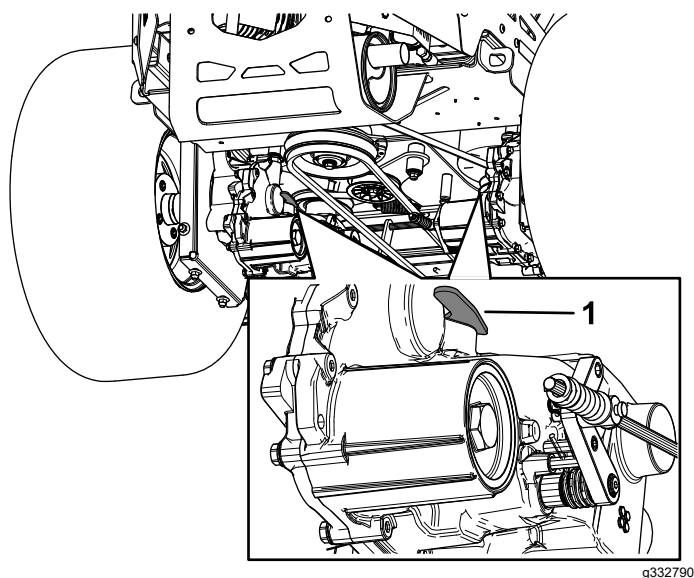

Figura 35
3. Pentru a deplasa maina, deplasați înainte ambele manete de bypass i blocați-le (Figura 35).
5. Pentru a pune în funcțiune maina, deplasați manetele de bypass spre spate i blocați-le (Figura 35).